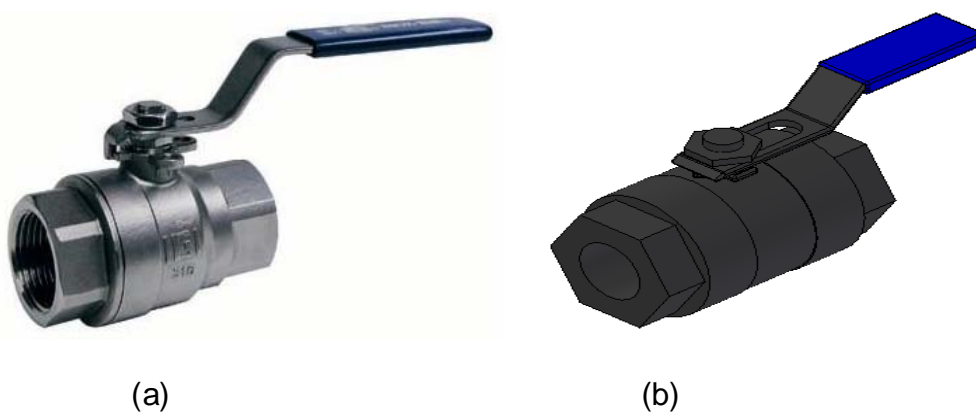

Figura 75. (a) Válvula de Esfera Paso Total [36], (b) Diseño en Solid Edge
La válvula de esfera paso total de dos (2) piezas inoxidable 2014, se utilizara para realizar de forma manual el mantenimiento de “TK2”. En la sección inferior de “TK2” se instalará una tubería que se conectará a “V-5” para permitir la salida del agua contenida en “TK2”. Al iniciar la operación del Sistema de Nivel y Volumetría se encontrará cerrada. (Ver figura 75)